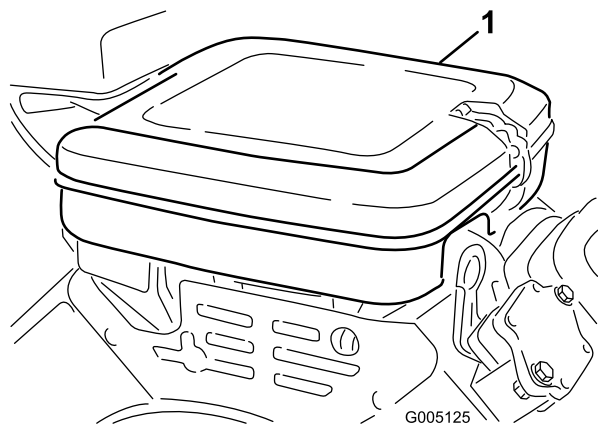

Bild 32
1. Lösen Sie die Verschlussclips und entfernen die Luftfilterabdeckung (Bild 32). Reinigen Sie die Abdeckung gründlich.